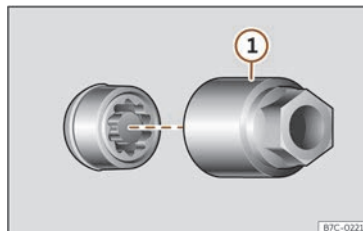

Abb. 241 Diebstahlhemmende Radschraube mit Abdeckkappe und Adapter.
- Setzen Sie den Spezialadapter >>> (Abb. 241) ① (Bordwerkzeug >>> S. 358) bis zum Anschlag in die diebstahlhemmende Radschraube ein.